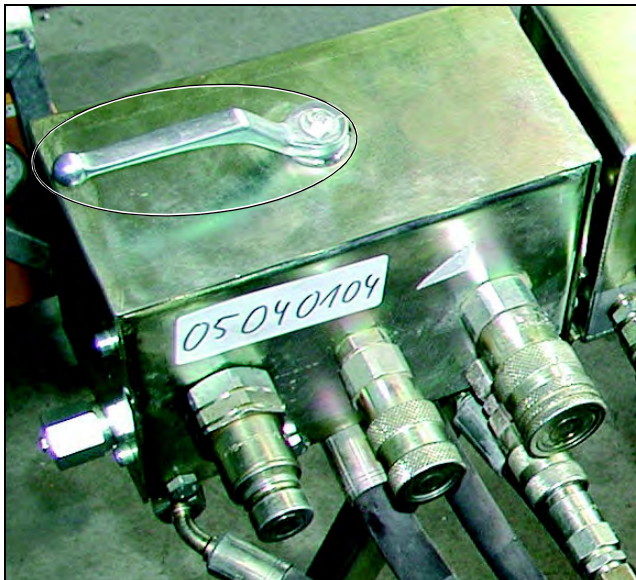

Bild 7.1 Bedienhebel am Mengenteilerpult in Neutralstellung
1. Bringen Sie die Bedienelemente für den Hauptkreislauf/Seiltreibrad in die Neutralstellung (Hydraulikaggregat, siehe entsprechende Betriebsanleitung und ggf. Mengenteilerpult, Bild 7.1)!